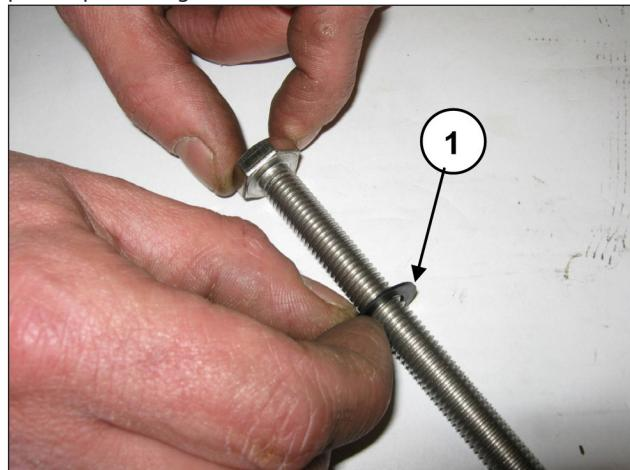

Fig. 146
Introducir la arandela $\varnothing 10 \times 18 \times 0.9$ en el tornillo de fijación del pistón (pos. ①, Fig. 146).